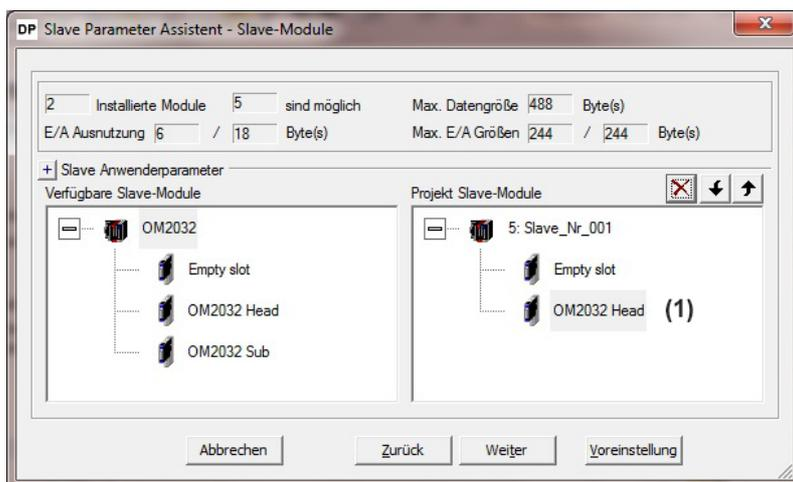

Abb. 6.24: Dialog „Slave-Module“, mit einem Head Modul und 3 Sub-Modulen
Beispiel (Abb. 6.24): OM 2032 Konfiguration (1) mit einem Head-Modul und 3 Sub-Module (insgesamt 128 Tasten).